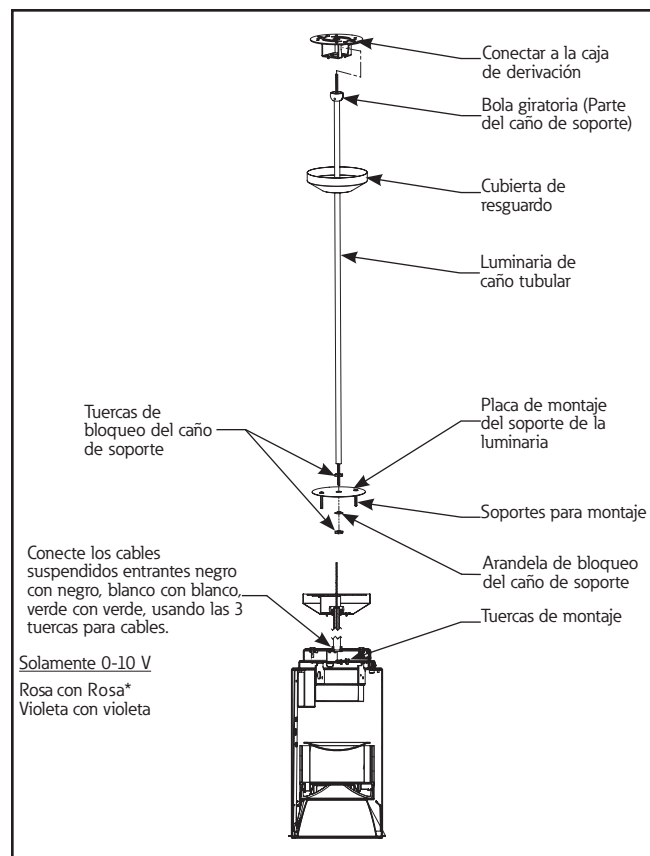

Figura 1.
1. Monte el soporte giratorio sobre las lengüetas de la caja de derivación montada a ras. (Figura 1.)
2. Coloque la cubierta de resguardo sobre el caño. (Figura 1.)
5. Monte la placa de montaje y soporte de la luminaria en el soporte de montaje del cilindro, utilizando los dos caños y tuercas a tal efecto. (Figura 1.)
8. Inserte el extremo del caño con la bola giratoria y la unidad de la luminaria en el soporte giratorio y empalme los cables en los conectores de la fuente de alimentación (Figura 1.) (Consulte la hoja de instrucciones principal).
9. Deslice la cubierta de resguardo sobre el soporte giratorio y asegúrela haciéndola girar para fijar las lengüetas en el soporte giratorio. (Figura 1.)
10. Instale los módulos y la moldura según las instrucciones incluidas con el alojamiento. (Figura 1.)